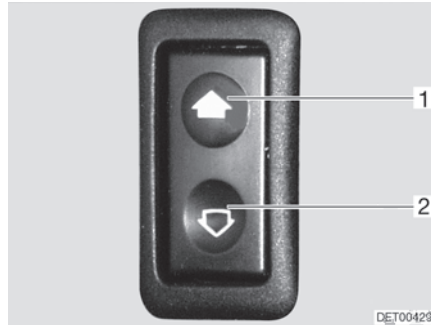

Bild 26 Schalter für elektrischen Fensterheber
- Öffnen:* ■ Schalter unten (Bild 26,2) drücken.
- Schließen:* ■ Schalter oben (Bild 26,1) drücken.